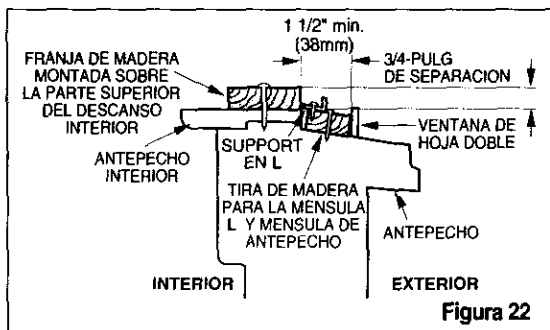

Figura 22
de la contraventana. Vea la Figura 22.
- Instale un segundo listón de madera (de aproximadamente 6" de largo y 1" de ancho y del mismo grosor del primer listón) en el centro del alféizar exterior nivelado con la parte posterior del alféizar interior. Atornille los soportes L entre la faja. Esto levantará el soporte L como se muestra en la Figura 22.